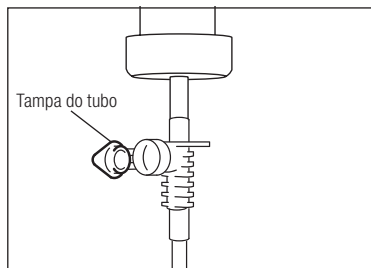

Fig.10
- 3) Abra a tampa do tubo para introduzir ar na garrafa/saco. (Fig. 10)